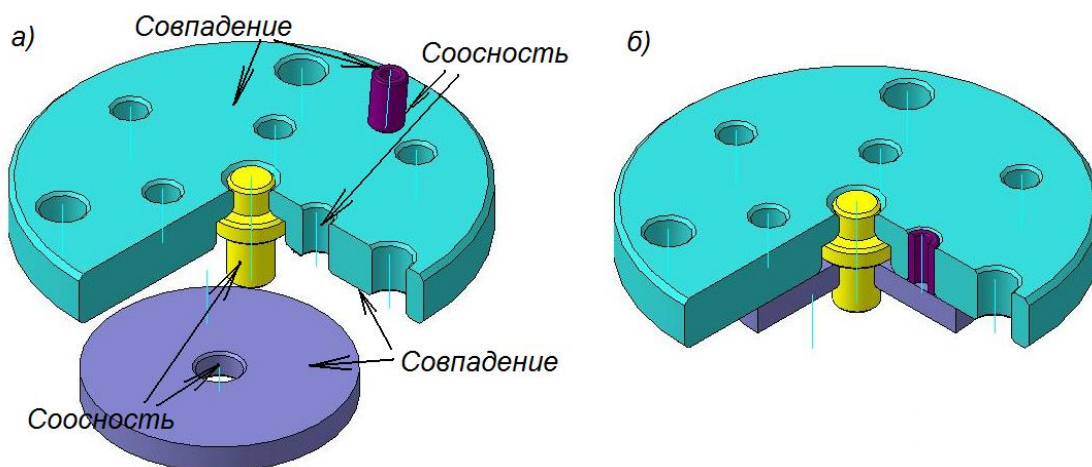

Рис. 5.7. Схема выполнения сопряжений звеньев «Плита – Втулка» и «Плита, Палец – Деталь-заготовка»
2. Аналогичным образом установите на место модели «Втулка» и «Деталь-заготовка» (рис. 5.7).